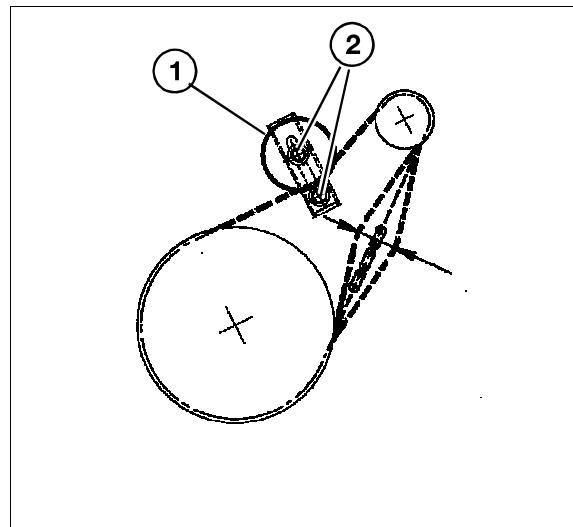

Fig. 7
**TABLE AUGER DRIVE CHAIN - Fig. 7**